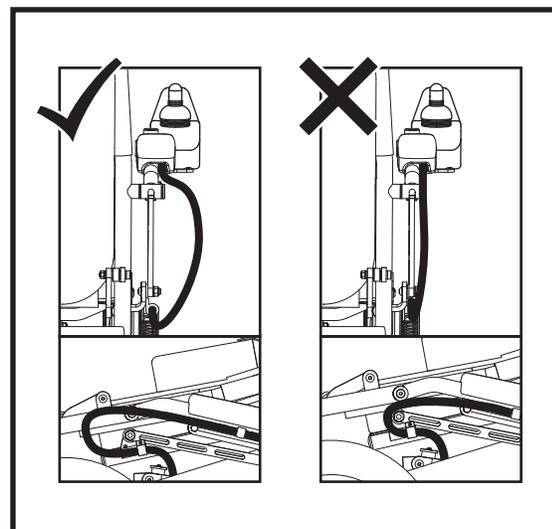

Figure 5. Point de pincement du faisceau du contrôleur
**REMARQUE: Assurez-vous que le harnais du contrôleur ne soit pas pincé lors du pliage et du déploiement de votre fauteuil motorisé, comme illustré à la figure 5. Si un pincement se produit, le harnais est tordu avant l'installation. Désinstallez et détendez le harnais du contrôleur, et assurez-vous lors de la réinstallation que votre fauteuil motorisé peut se plier et se déplier sans créer de points de pincement du harnais.**